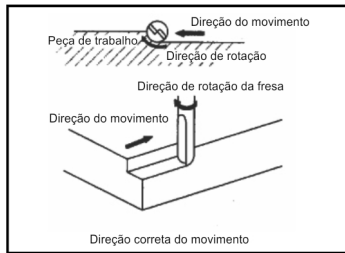

Fig. 2 – Fresando cantos e bordas
- c. Mova a tupa no sentido indicado na Fig. 2, mantendo a tupa nivelada e com avanço suave e constante para um melhor acabamento.